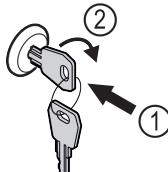

Fig. 194
- Πιέστε μέσα το κλειδί. Fig. 194 (1)
- Περιστρέψτε το κλειδί 90° δεξιόστροφα. Fig. 194 (2)